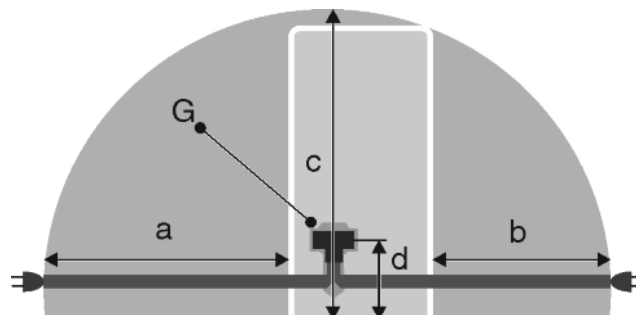

Fig. 27
- Gniazdo znajduje się poza tylną częścią urządzenia w podanym obszarze *Fig. 27 (a, b, c)*.
- ▶ Wtyczkę urządzenia *Fig. 27 (G)* podłączyć z tyłu urządzenia. Zwrócić uwagę na prawidłowe zazębienie.